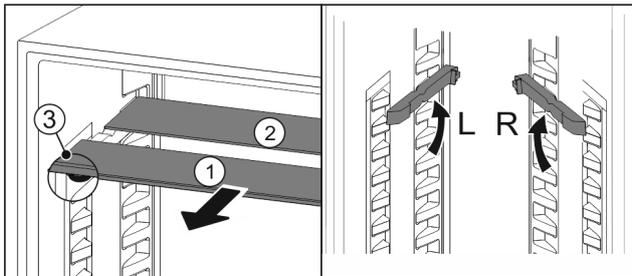

Fig. 50
- ▶ Посуньте Fig. 50 (1) скляну панель вперед.
- ▷ Скляна панель Fig. 50 (1) з декоративною планкою лежить спереду.
- ▷ Стопори Fig. 50 (3) показують вниз.